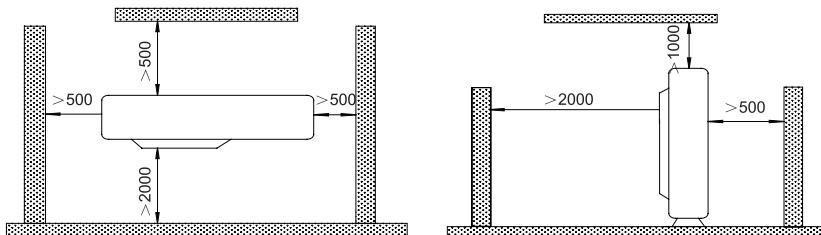

Fig. 3
- (2). Dans la mesure du possible, installez l'équipement extérieur à l'écart de la poussière ou de l'humidité de la pluie.
- (3). Installez l'équipement extérieur dans un emplacement adéquat pour le brancher à l'équipement intérieur.
- (4). Installez l'équipement extérieur dans un emplacement permettant l'évacuation de la condensation d'eau en mode chaud. Eloignez les animaux et plantes de l'air chaud.
- (5). Prenez en compte le poids du climatiseur et choisissez un emplacement où le bruit et les vibrations sont limités.
- (6). Installez l'équipement extérieur dans un emplacement pouvant supporter le poids de l'équipement et produisant le moins de bruit et de vibrations possibles.
- (7). Gardez l'espace indiqué dans la Fig. 3, de sorte à éviter que le débit d'air ne soit obstrué.